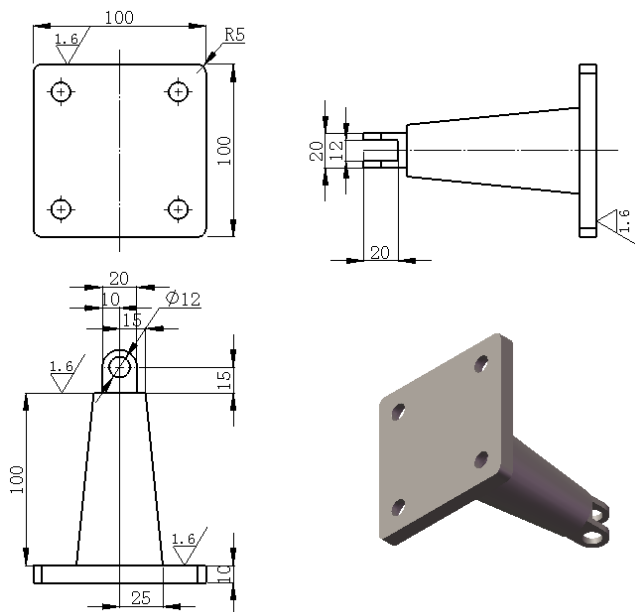

图 12-63 标注表面粗糙度
(8) 设置完成后, 移动光标到需要标注表面粗糙度的位置, 单击即可完成标注, 单击属性管理器中的✔(确定)按钮, 表面粗糙度即可完成标注。下表面的标注需要设置角度为 90° , 标注表面粗糙度效果如图 12-63 所示。